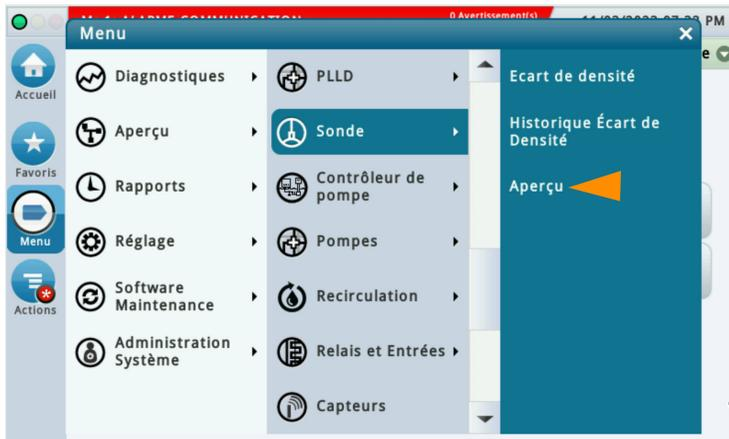
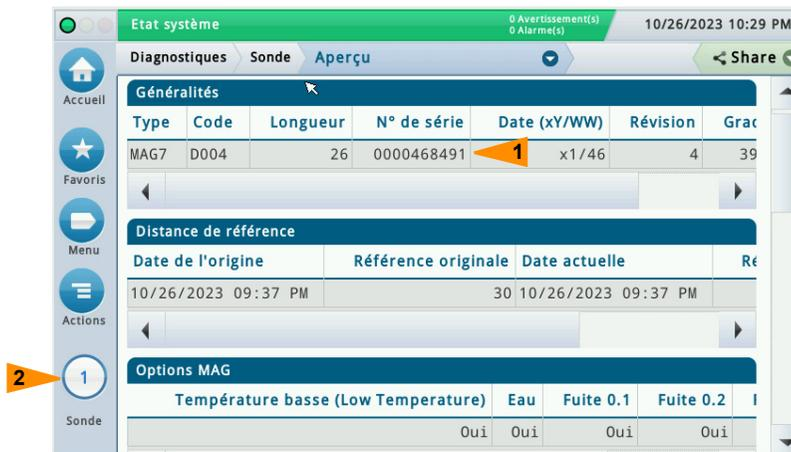
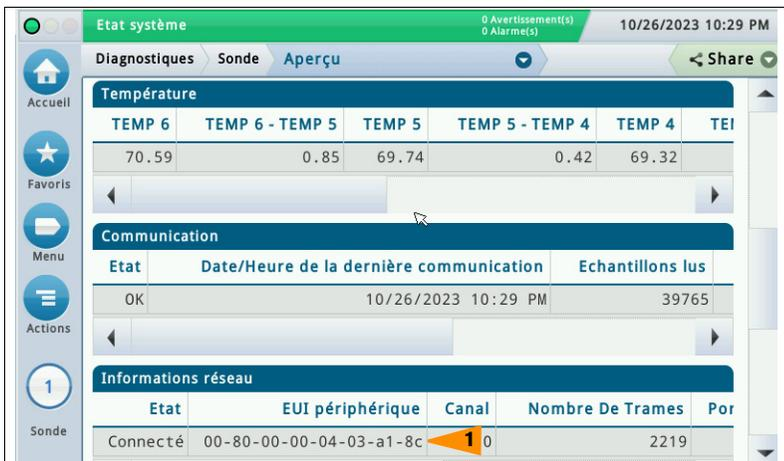

Figure 49. Accès à l'écran d'aperçu du diagnostic de la sonde
Figure 50. Exemple d'écran d'aperçu du diagnostic de la sonde – Page 1
Figure 51. Exemple d'écran d'aperçu du diagnostic de la sonde – Page 2
1. Sélectionnez Menu > Diagnostiques > Sonde > Aperçu (voir la Figure 49) pour accéder à l'écran d'aperçu du diagnostic de la sonde (voir la Figure 50 et la Figure 51). Sélectionnez la sonde pour laquelle vous voulez afficher des informations (2, Figure 50).
- Faites défiler l'écran d'aperçu du diagnostic de la sonde vers le bas pour afficher tous les champs d'informations du dispositif. Notez le numéro de série du dispositif (voir 1, Figure 50), qui correspond à un périphérique associé (voir 2, Figure 48).
- L'EUI périphérique du transmetteur (1) sous l'onglet Informations réseau de la Figure 51 ci-dessous, se trouve sur l'étiquette d'informations du produit, sur le côté (voir la Figure 3) ou à l'intérieur du transmetteur.